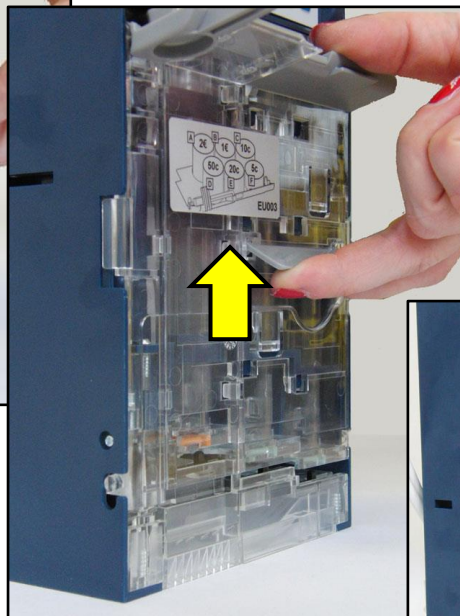

Fig.4B
3. Alzare la cassetta (Fig.4B)